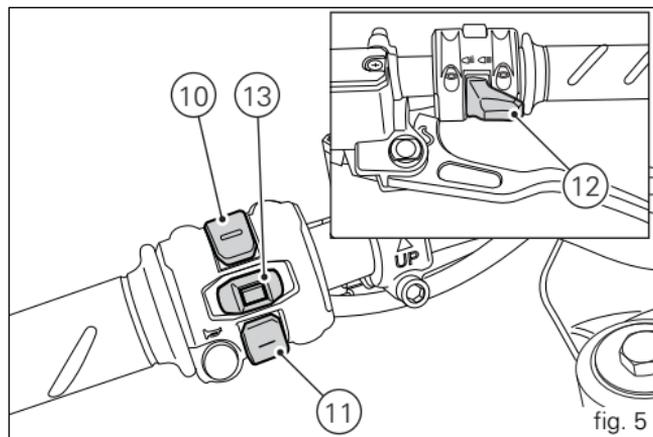

fig. 5
10) CONTROL SWITCH (fig. 5)
11) CONTROL SWITCH (fig. 5)
12) HIGH-BEAM FLASH BUTTON FLASH (fig. 5)
13) TURN INDICATORS OFF BUTTON (fig. 5)